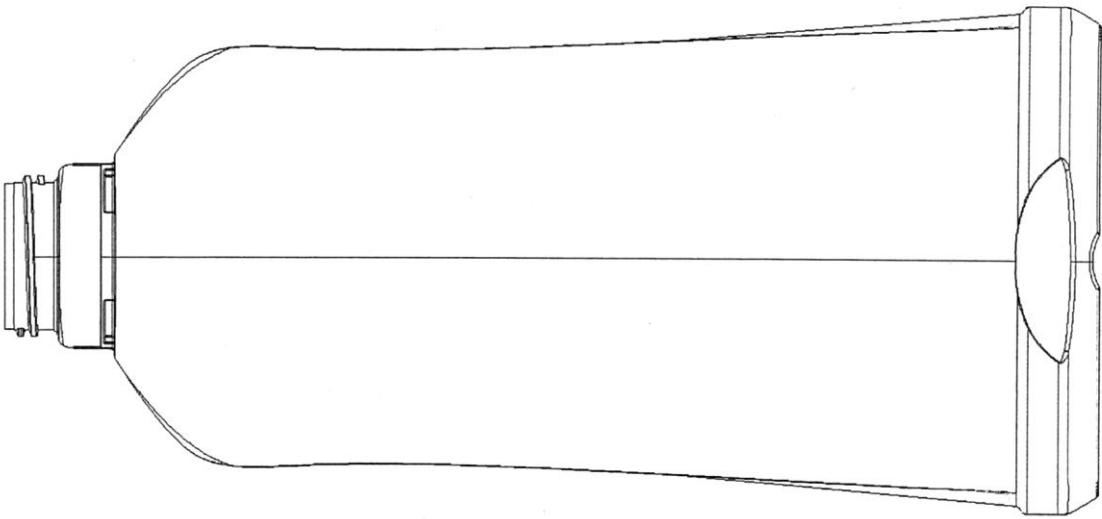

Fig. 3
- fig. 3 - odmianę 1 butelki w widoku z lewego boku,